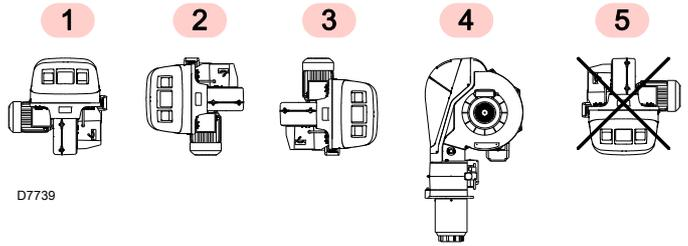

图 9
- 燃烧器应仅安装在位置 1, 2, 3 和 4 (图 9)。